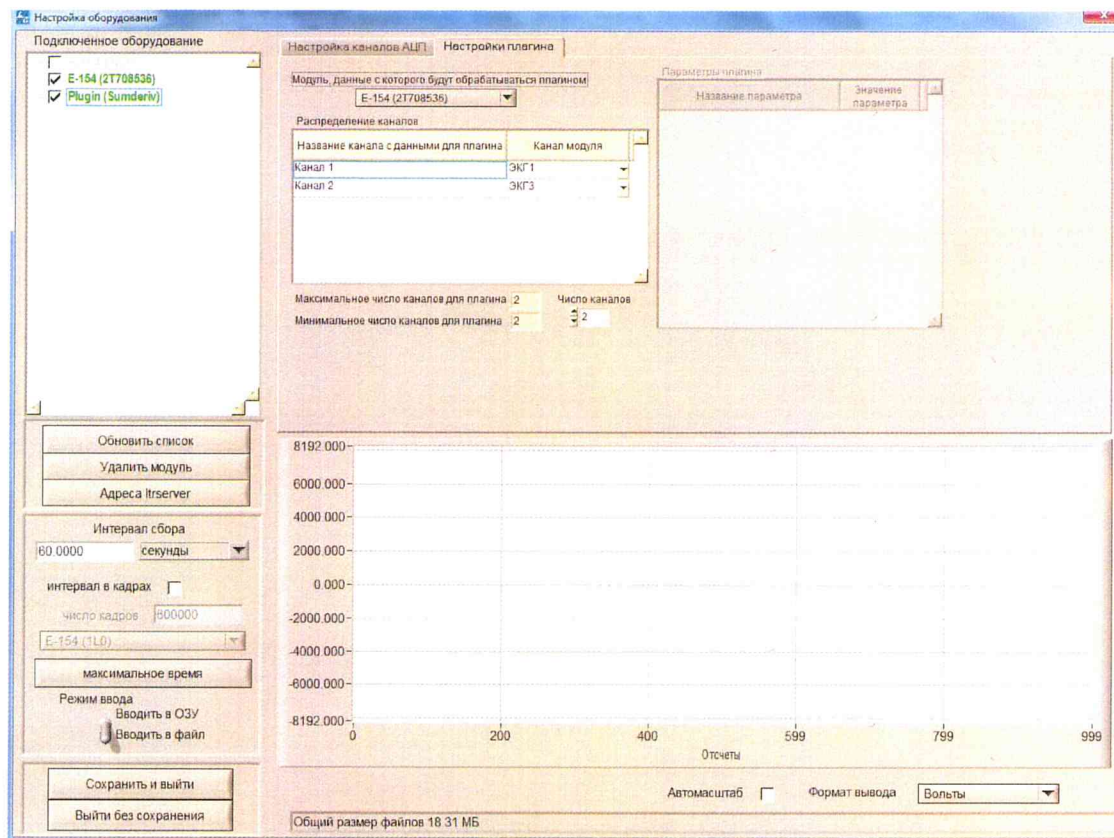

Рисунок 52. Настройка суммирования каналов
3) Выполните настройку плагина «Sumderiv» согласно пунктам 1 – 8 раздела «Работа в среде LGraph2 с модулем датчика ЭКГ» на странице 9 (рисунок 52);